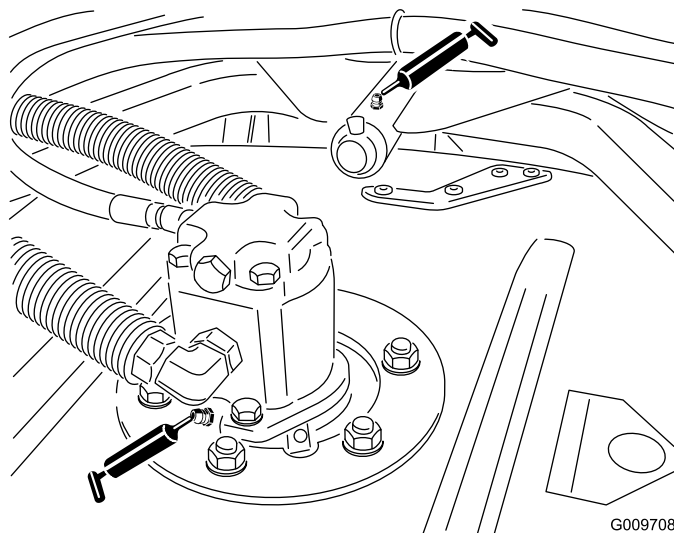

Bild 50
- Spindelwellenlager des Mähwerks (2 pro Mähwerk) (Bild 50)
- Trägerarmbüchsen des Mähwerks (1 pro Mähwerk) (Bild 50)